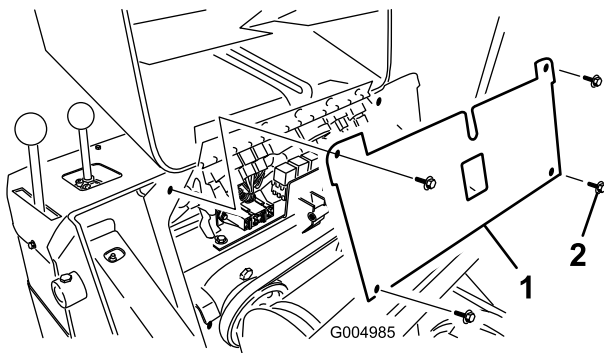

Figura 37
4. Retire los 4 tornillos que sujetan el panel de fusibles, luego tire del panel hacia fuera y hacia arriba para retirarlo (Figura 37).